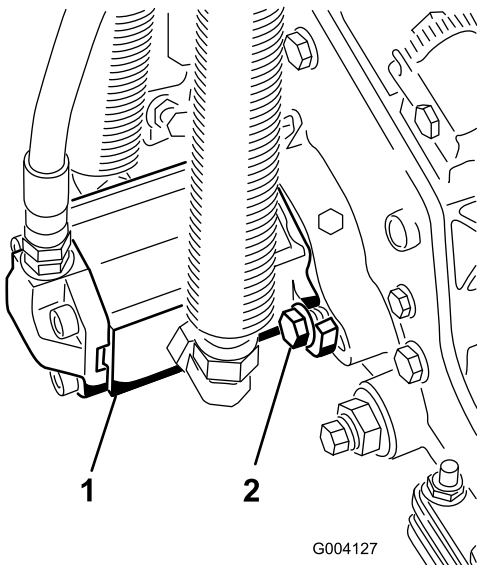

図 14
16. モータを手を持ち、右回りにひねってモータのフランジをボルトから逃がしながら、キャップスクリューにモータをセットする(図 14)。